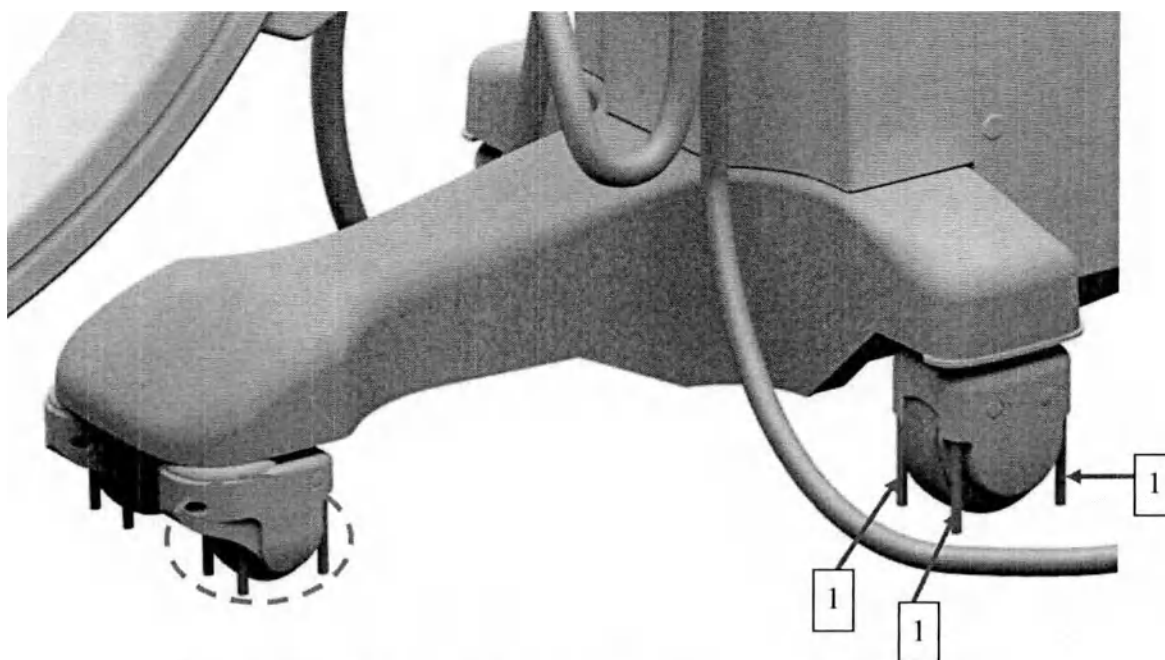

Рисунок 3.3 – Средства для предотвращения наезда на кабели
- средства для предотвращения наезда на кабели (установлены на колеса штатива, см. Рисунок 3.3, поз. 1);